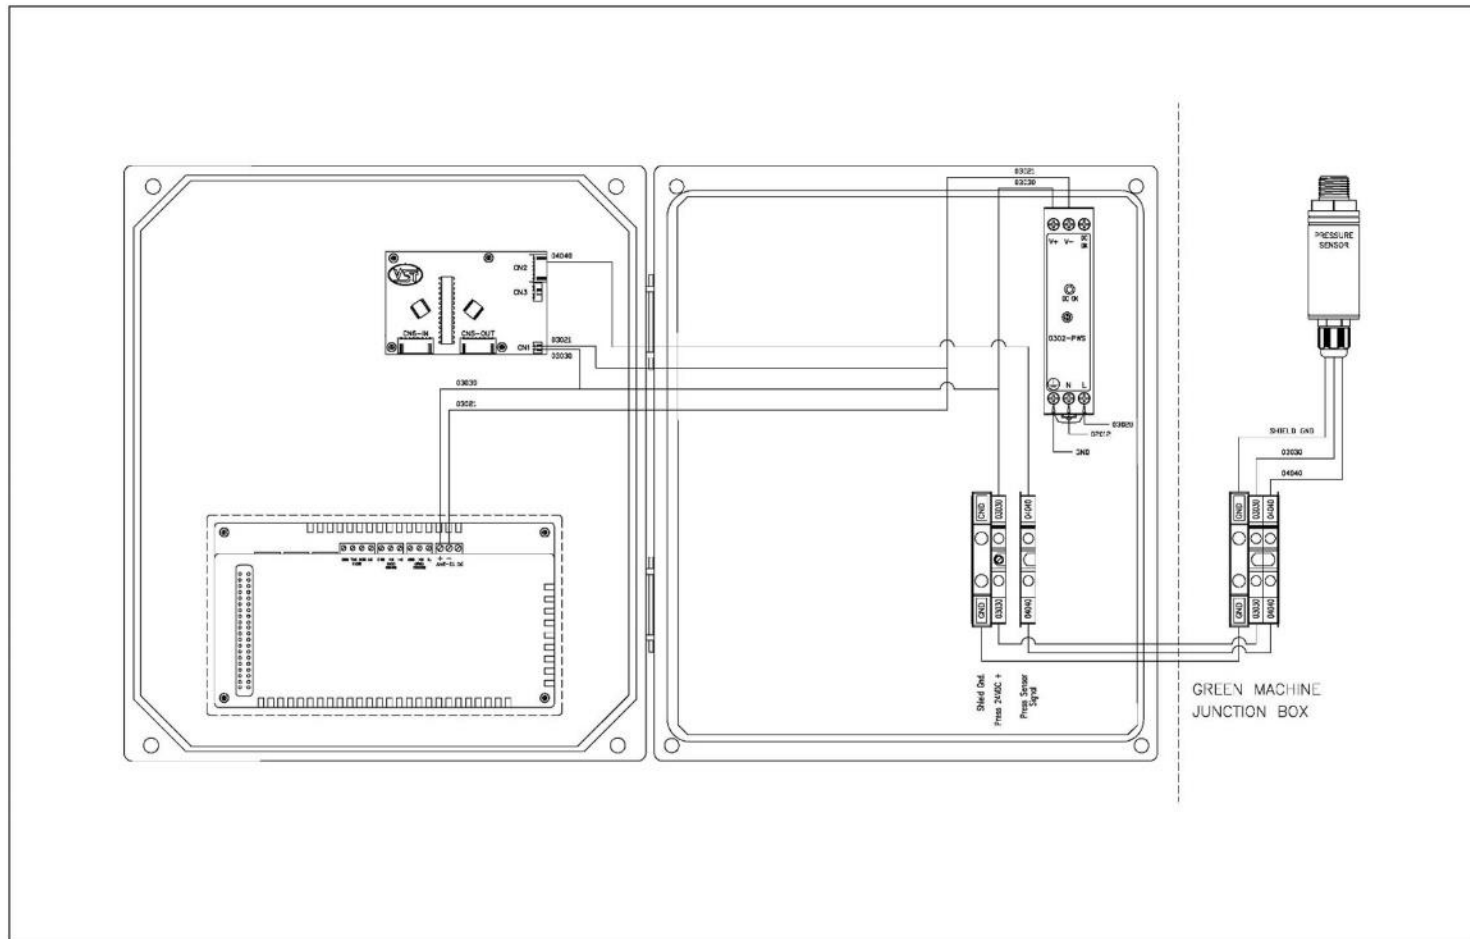

Figura 8-5: Diagrama de cableado del sensor de presión (alimentación de 24 VCC y señal de 4-20 mA)
- Se producirá una alarma de sensor de presión si el PLC no recibe una entrada de 4-20 mA del sensor de presión o si no hay alimentación de 24 VCC en el sensor de presión. **Vea la Figura 8-5.**